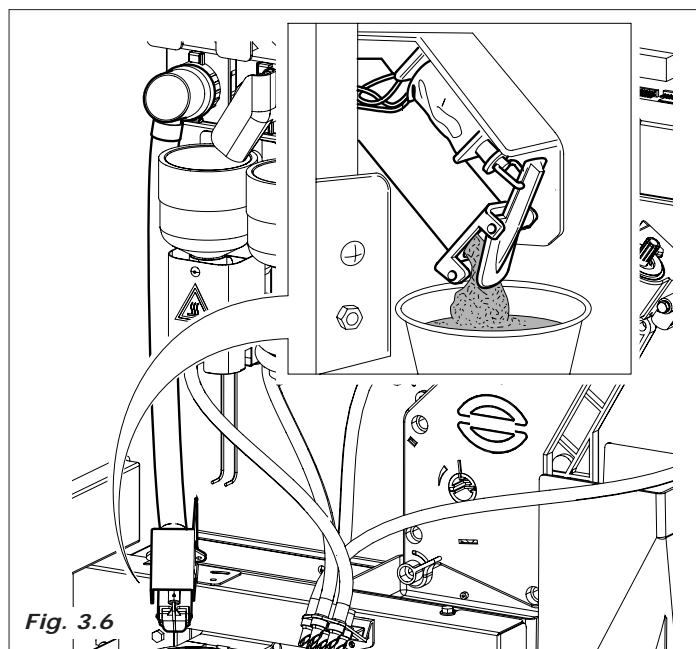

Fig. 3.6
- 2 ativa-se o eletromagnete que permite a descarga do açúcar do flange à guia que o leva no copinho (Fig.3.6).